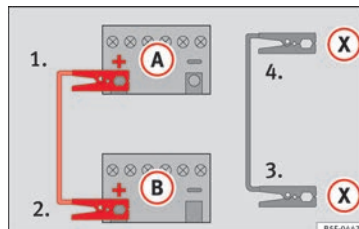

Fig. 60 Esquema de conexión para vehículos con sistema Start-Stop.
- 4b. En los vehículos con sistema Start-Stop: emborne un extremo del cable negro de emergencia (X) a un terminal de masa adecuado, a una pieza de metal maciza que vaya atornillada al bloque motor o al mismo bloque motor » » » fig. 60.
5. Emborne el otro extremo del cable negro de emergencia (X), en el vehículo con la batería descargada, a una pieza de metal maciza que vaya atornillada al bloque motor o al mismo bloque motor pero lo más alejado posible de la batería (A).